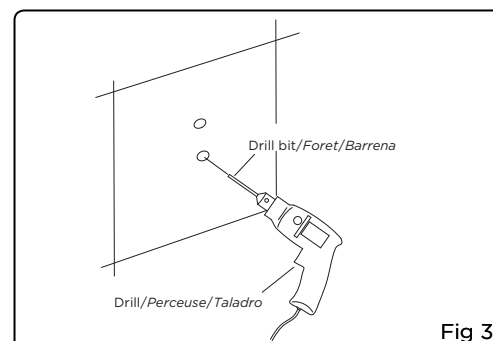

Fig 3
3. À l'aide d'un foret, percer délicatement les quatre trous. CONSEIL: INSTALLER UN POTEAU, PUIS ASSEMBLER LA BARRE DE MONTAGE. VÉRIFIER LA POSITION DU TROU DU SECOND POTEAU AVANT DE PERCER (fig. 3).
3. Use la broca para taladrar 4 orificios. DESPUÉS DE INSTALAR EL PRIMER MONTANTE, ENSAMBLE LA BARRA Y CONFIRME LA POSICIÓN DEL SEGUNDO MONTANTE ANTES DE TALADRAR (fig. 3).